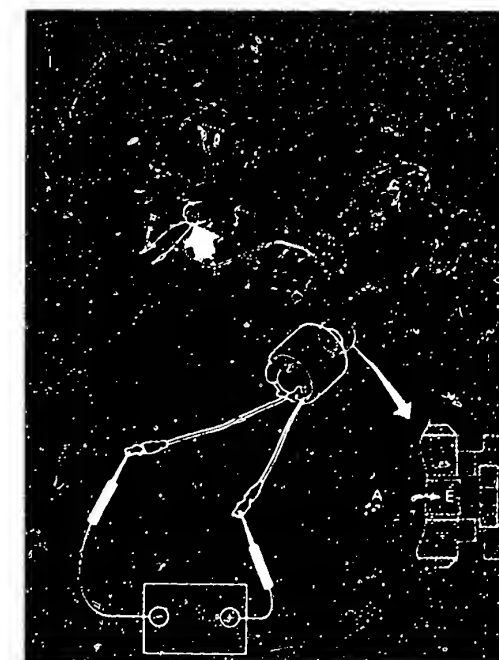

Bild 45a Lage und Kontrolle des Overdrive-Rückstell-Magnetventils. A = Aus – E = Ein.
- Der **Overdrive** wird ebenfalls durch ein Magnetventil zurückgestellt, das links am Getriebe befestigt ist (Bild 45a).